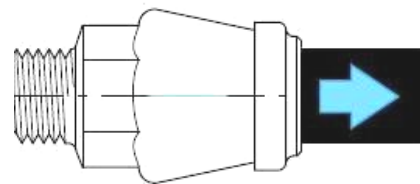

Bild 4
5. PE-Rohr (Klemmring verriegeln) zurück ziehen (siehe Bild 4)